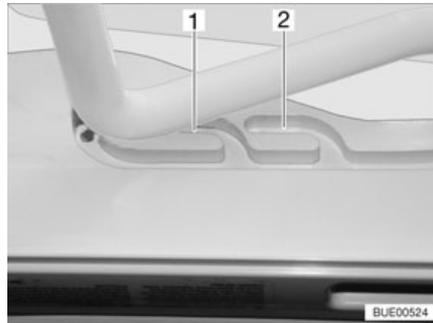
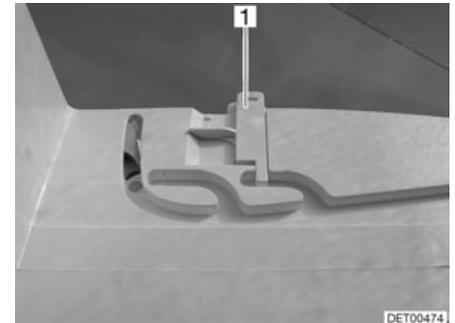

Fig. 70 Claraboya Heki en posición de ventilación
Fig. 71 Bloqueo de la posición de ventilación
La claraboya Heki se puede colocar en dos posiciones de ventilación: Posición de mal tiempo (Fig. 70,1) y posición mediana (Fig. 70,2). Según el modelo, la claraboya podrá ser bloqueada en la posición mediana con el pestillo (Fig. 71,1).
- Presionar el estribo ligeramente hacia arriba y empujarlo en la guía seleccionada (Fig. 70,1 ó 2) y, si fuera necesario, bloquearlo.